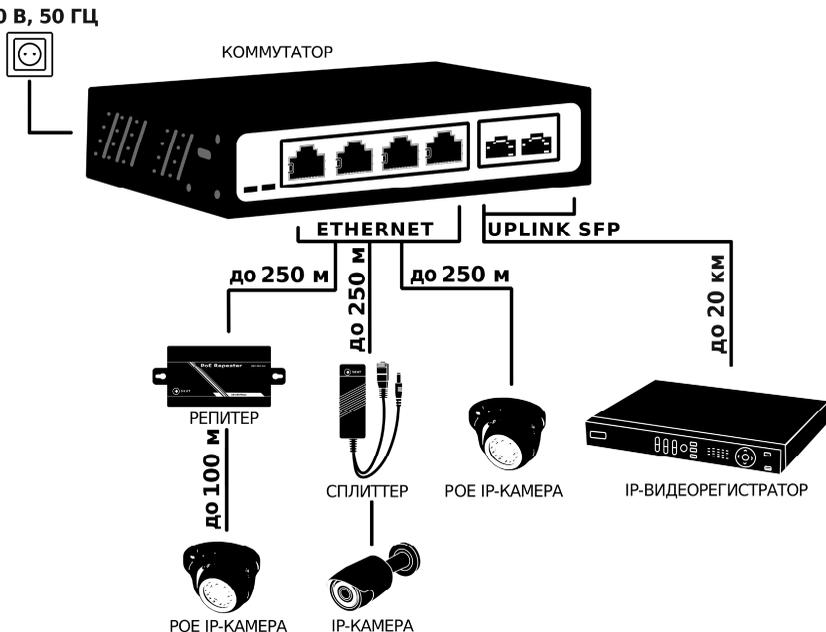

Рисунок 8 – Общая схема подключения устройств к коммутатору
- Убедитесь, что индикаторы на коммутаторе («Ethernet», «PoE», «Uplink», «SFP») индицируют (см. таблицу 2) наличие соединений в соответствии с текущей схемой (см. рисунок 8) подключения линий оборудования.